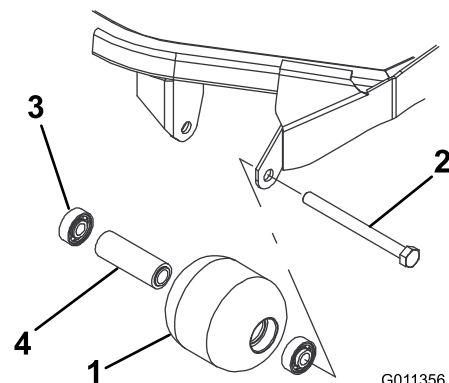

Figura 82
1. Retire el perno de montaje del rodillo (Figura 82).
4. Inspeccione el alojamiento del rodillo, los cojinetes, y el espaciador del cojinete (Figura 82).
1. Introduzca a presión el primer cojinete en el alojamiento del rodillo (Figura 82). Haga presión solamente sobre el anillo de rodadura exterior, o de forma igual sobre el anillo exterior y el interior.
2. Introduzca el espaciador (Figura 82).
3. Introduzca a presión el segundo cojinete en el alojamiento del rodillo (Figura 82) haciendo presión igualmente sobre el anillo de rodadura interior y el exterior hasta que el anillo de rodadura interior entre en contacto con el espaciador.